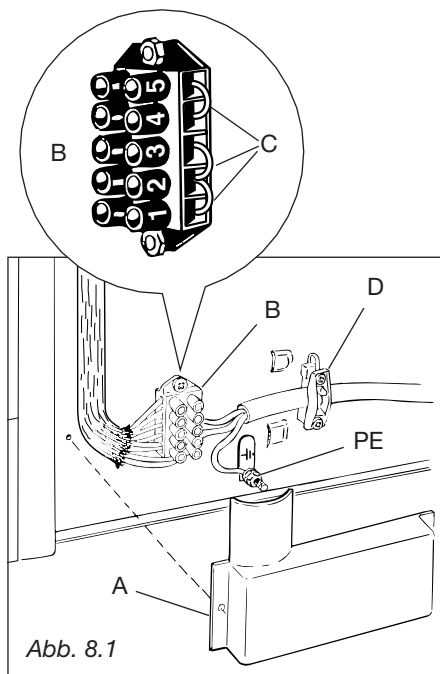
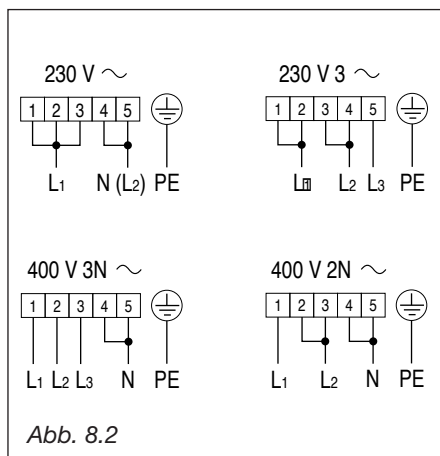

Abb. 8.1
Abb. 8.2
- Die einzelnen Phasen an das Klemmbrett “B” nach dem Schema in Abb. 8.2 und den Schutzleiter an die Klemme “PE” (Abb. 8.1) anschließen.